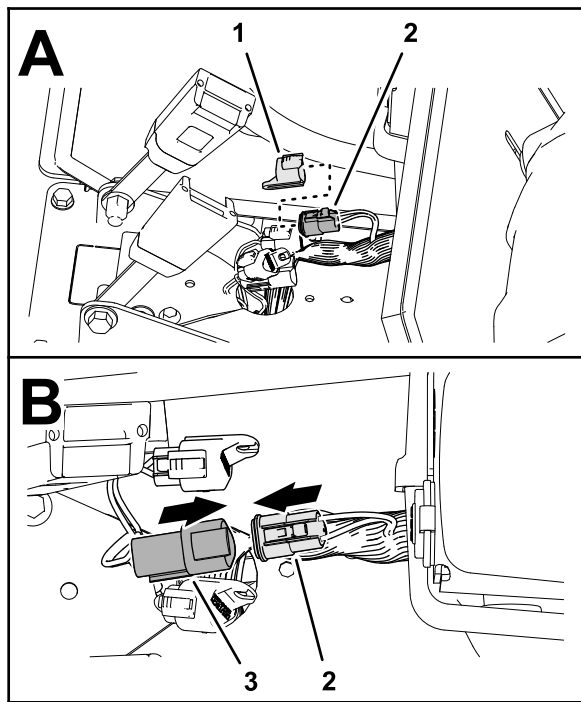

Figure 40
1. Retirez le capuchon du connecteur à 3 douilles du faisceau de la machine (étiqueté CAN DIAGNOSTICS INTERCONNECT), comme montré à la Figure 40.
2. Branchez le connecteur à 3 broches du faisceau de bus ISO-CAN (étiqueté To TORO CANBUS) dans le connecteur à 3 douilles du faisceau de la machine (étiqueté CAN DIAGNOSTICS INTERCONNECT), comme montré à la Figure 40.